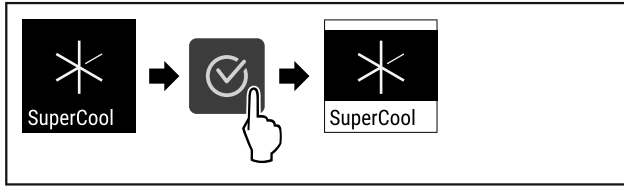

Fig. 73
- ▶ Obavite korake postupka (pogledajte Fig. 73).